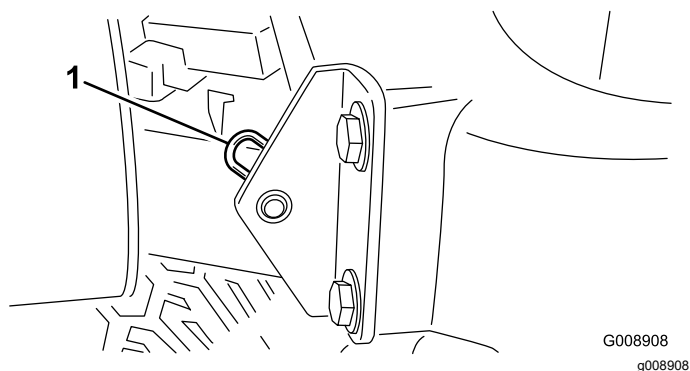

Рисунок 30
2. Снимите игольчатый шплинт крепления оси поворота капота к монтажным кронштейнам (Рисунок 30).
Примечание: Для заглубленных масленок на валиках (Рисунок 30) требуется использование переходника к соплу смазочного пистолета. Закажите деталь № по кат. 107-1998 у местного официального дистрибьютора компании Togo.